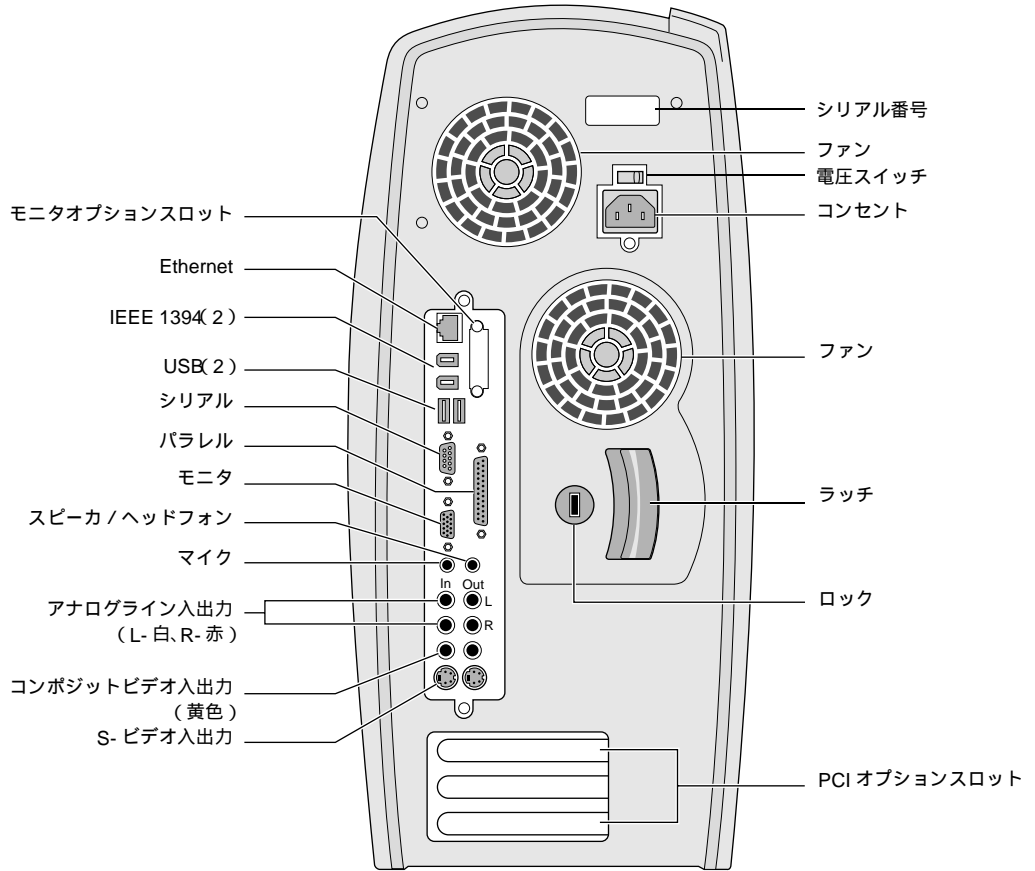

図 1-2 システムの背面図 (ポートはラベル表示)
梱包を解いて、すべての部品が揃っていることを確認したら、ワークステーションのセットアップを開始できます。Silicon Graphics 320 Visual Workstation に付属している取付説明書か、以下のページの指示を参照してください。システム背面の各ポートを識別するには、図 1-2 を使用してください。
7. プリンタ、モデム、またはスピーカなどの外付デバイスを接続します。ポートを識別するには、図 1-2 を参照してください。